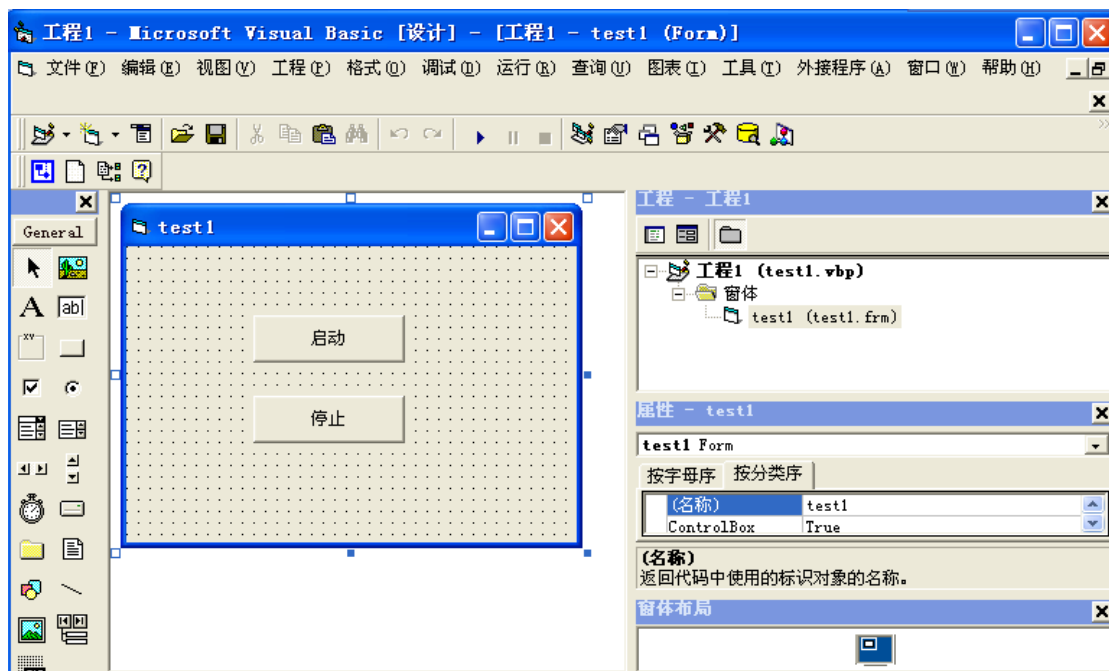

图 7-3 修改对话框 (VB)
(1) 在磁盘上新建一个目录,如 E:\test1
(2) 打开 Visual Basic 6.0,新建一个“标注 EXE”工程,在对话框上添加按钮“启动”(名称修改为 CB_Start)和“停止”(名称修改为 CB_Stop),如图 7-3 所示: